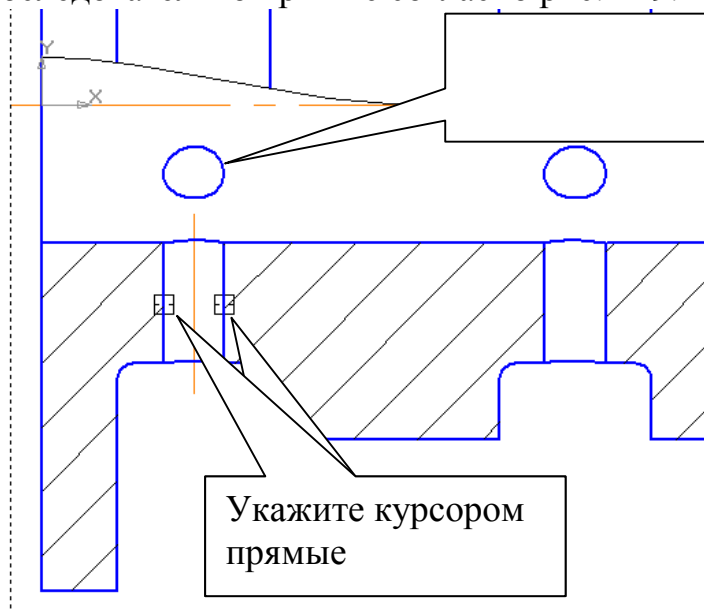
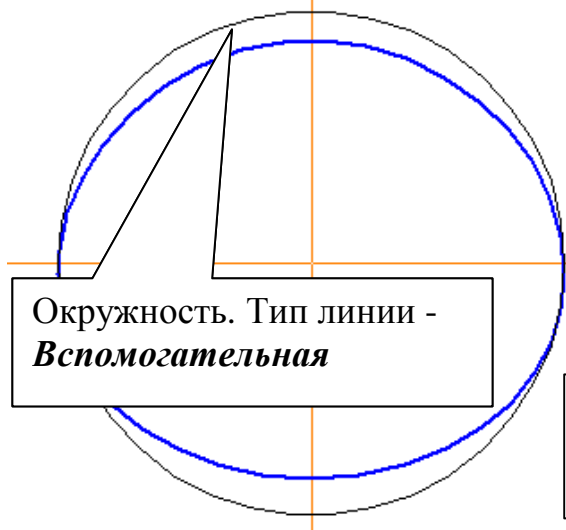

Рис. 119
Рис. 121
- Для выполнения осевых линий на цилиндрических отверстиях Ø4 на панели **Обозначение**  нажмите кнопку **Автоосевая** . Укажите курсором последовательно прямые согласно рис. 119.
- Для выполнения центровых линий на проекции линии пересечения одного отверстия Ø4, рис. 119, с цилиндрическим отверстием Ø20 предварительно постройте окружность с типом линии **Вспомогательная** и выполните центровые линии, рис. 121, при этом